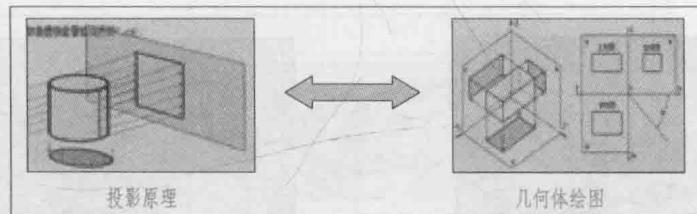

图 1-7 “机械制图”课程的基础任务
(1) 学习投影原理，掌握点、线、面以及几何体绘图方法和技能——基础任务（图1-7）